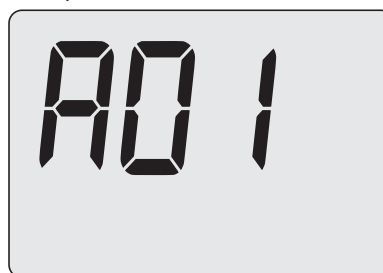

Figura 14.28
- Sul display LCD appare il codice **A01**, indicante l'entrata nel "parametro A01" (Figura 14.28).
- Premendo il tasto 13 o 14 (Figura 14.21) si ottiene la conferma del valore inserito e si ritorna alla lista parametri (Figura 14.28).